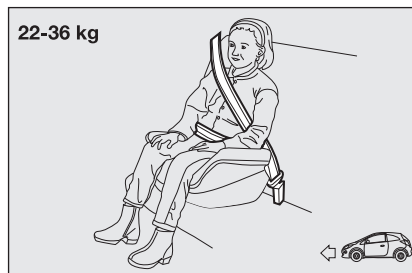

fig. 8
**Fig. 8** ilustrează un exemplu de poziționare corectă a copilului pe scaunul din spate. Copiii cu înălțimea de peste 1,50 m poartă centurile de siguranță ca și adulții.